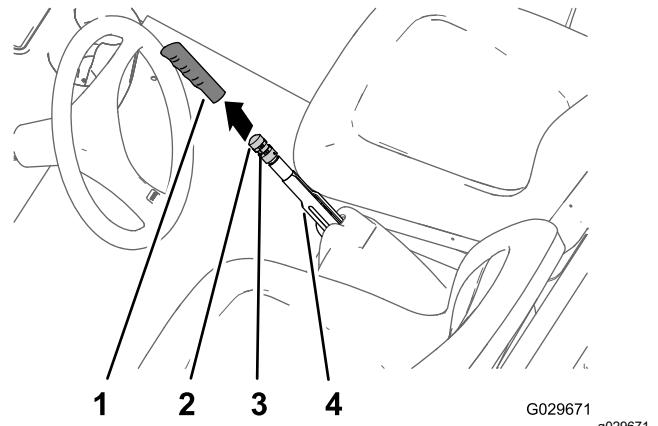

Figure 65
1. Enlevez la poignée du levier de frein de stationnement (Figure 65).
2. Desserrez la vis de fixation du bouton de réglage sur le levier du frein de stationnement (Figure 65).
3. Tournez le bouton de réglage du frein jusqu'à ce qu'une force de 133 à 156 N·m soit nécessaire pour actionner le levier du frein de stationnement (Figure 65).
- Serrez la vis de fixation et remettez la poignée en place (Figure 65).
- Enlevez la poignée du levier de frein de stationnement (Figure 65).
- Desserrez la vis (Figure 65) qui fixe le bouton de réglage sur le levier du frein de stationnement, desserrez le frein de stationnement et desserrez le bouton de réglage.
- Tournez le bouton de réglage du frein (Figure 65) jusqu'à ce qu'une force de 133 à 156 N·m soit nécessaire pour actionner le levier du frein de stationnement.
- Tournez le bouton de réglage du frein (Figure 65) jusqu'à ce qu'une force